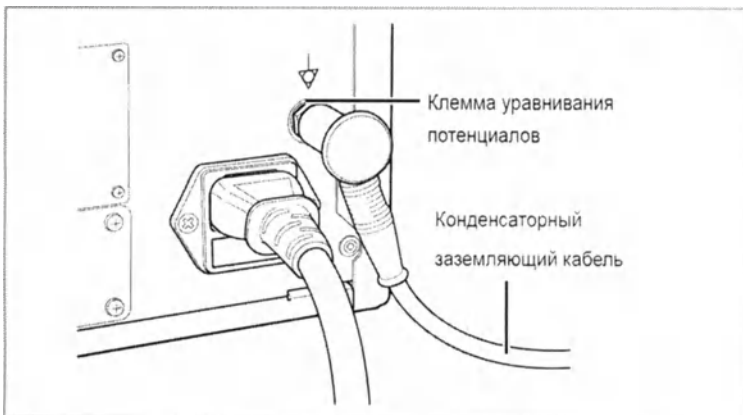

Рисунок 3.12
1. Подсоедините соответствующий конец конденсаторного заземляющего кабеля к клемме уравнивания потенциалов, расположенной на задней панели видеопроцессора (см. рисунок 3.12).